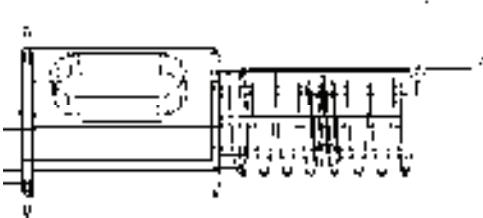

图 11-47 绘制牙型截面轮廓并创建成面域
⑤ 选择菜单栏中的“视图” $\rightarrow$ “三维视图” $\rightarrow$ “平面视图” $\rightarrow$ “当前 UCS (C)”命令。
⑥ 单击“绘图”工具栏中的“直线”按钮 $\text{直线}$ ，捕捉螺旋线的上端点绘制牙型截面轮廓，绘制一个正三角形，其边长为“1.5”。
⑦ 单击“绘图”工具栏中的“面域”按钮 $\text{面域}$ ，将牙型截面轮廓创建成面域，结果如图11-47所示。
⑧ 单击“视图”工具栏中的“西南等轴测”按钮 $\text{西南等轴测}$ ，将视图切换到西南等轴测视图。
⑨ 单击“建模”工具栏中的“扫掠”按钮 $\text{扫掠}$ ，将面域图形扫掠形成实体。命令行提示与操作如下。